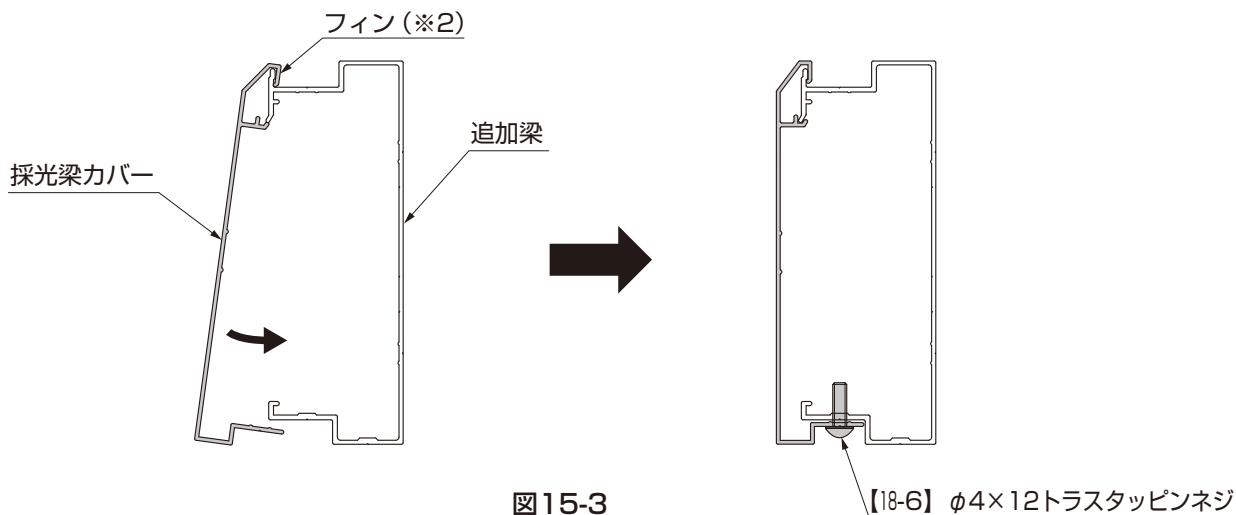

図15-3
- ①採光梁カバーを追加梁に【18-6】で組付けてください。(図15-3参照)
- 採光梁カバーのフィン（※2）を追加梁のフィンに引っ掛けるように取付けてください。(図15-3参照)